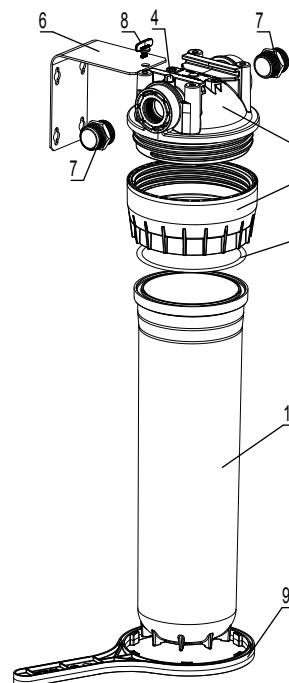

Рис. 1
#### водоочистителя (рис. 1)
- отверните гайку (5) с помощью пластикового ключа (8), снимите стакан (1) и выньте фильтрующий модуль;
- промойте водой внутренние поверхности крышки (3), стакана (1) и резиновое кольцо (2);
- соберите водоочиститель, навернув гайку (5) на крышку (3);
- ВНИМАНИЕ! Важно не перепутать вход и выход водоочистителя. Стрелки на крышке указывают направление течения воды (рис. 1).**
- нажмите кнопку (4) для удаления воздуха из корпуса.